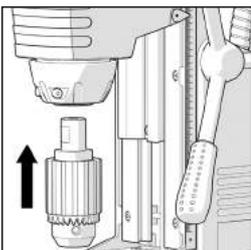

Fig. 11
- Alinee las dos (2) "caras" mecanizadas en el adaptador del portabrocas con los tornillos prisioneros del husillo. (**Fig. 11**)